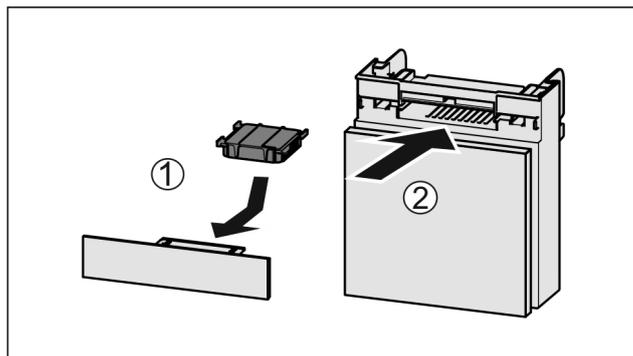

Fig. 153
- ▶ Introduceți Fig. 153 (1) filtrul de cărbune activ după cum se vede în figură.
- ▶ Împingeți Fig. 153 (2) compartimentul în interior.